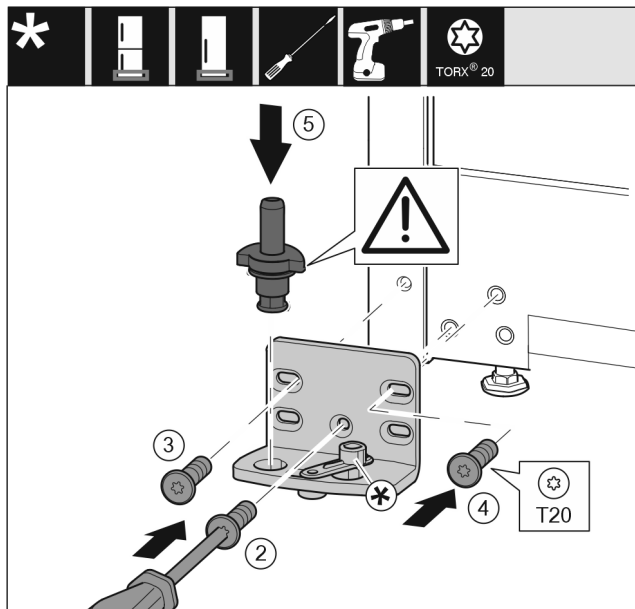

Fig. 16
- ▶ Sæt hængselkonsollen på i den anden side, og skru den fast med en skruetrækker T20. Begynd med skruen 2 forinden i midten. Fig. 16 (2)
- ▶ Stram skruerne 3 og 4. Fig. 16 (3,4)
- ▶ Sæt hængselboltten helt i. Sørg i den forbindelse for, at låsekammen vender bagud. Fig. 16 (5)